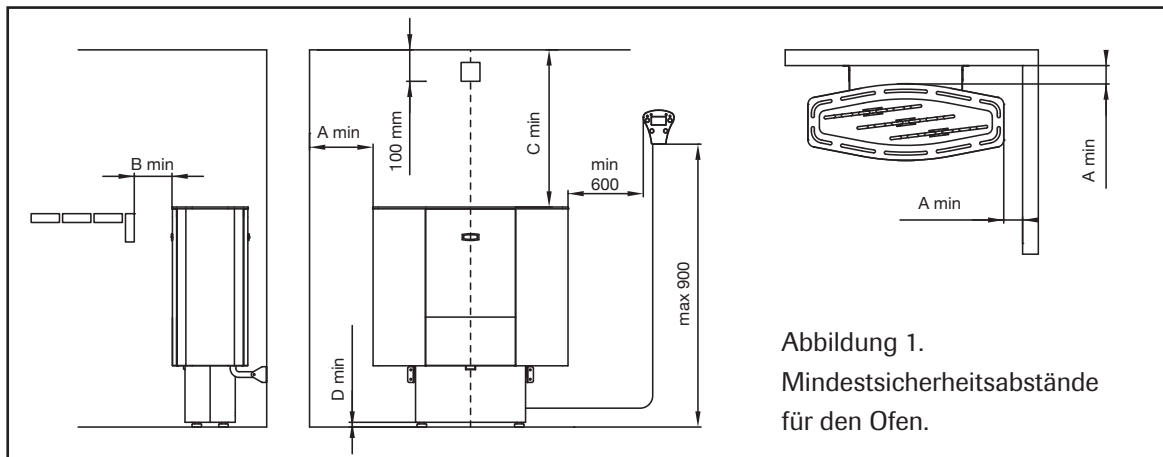

Abbildung 1.
**) Siehe Abbildung 1
- Montieren Sie den Fühler an der Wand oberhalb Ihres Elektro-Saunaofens, 100 mm unterhalb der Decke (s. Abb. 1).
- In der Sauna sind die maximale Anbringungshöhe der Steuereinheit 90 cm und der Mindestabstand zum Saunaofen 60 cm (siehe Abb. 1).